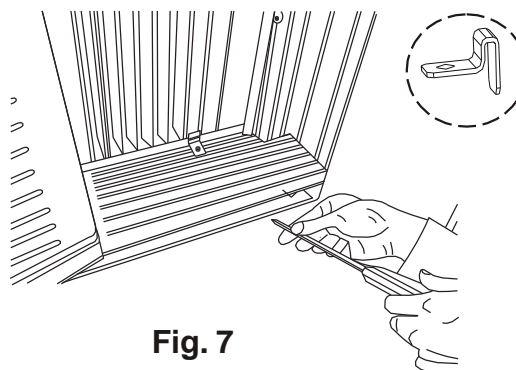

Fig. 7
- A. Placez le bloque-cadre entre les rallonges d'encadrement et l'appui de fenêtre, tel qu'illustré (figure 7). Fixez le bloque-cadre sur l'appui de la fenêtre à l'aide des vis de blocage de 3/4 po (19 mm) ou 1/2 po (12,7 mm).